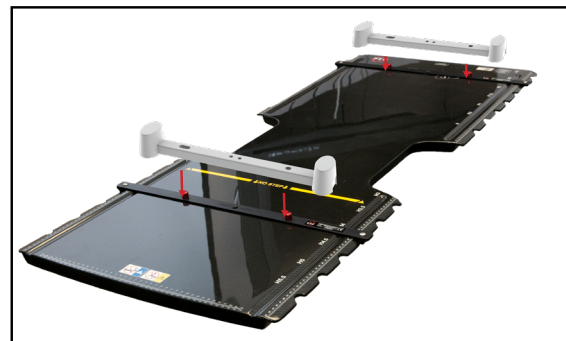

Fig. 4
2. Localizați indexatoarele pe barele de localizare aliniind știfturile roșii de indexare în orificiul și fanta indexatoarelor (fig. 4 și 5).